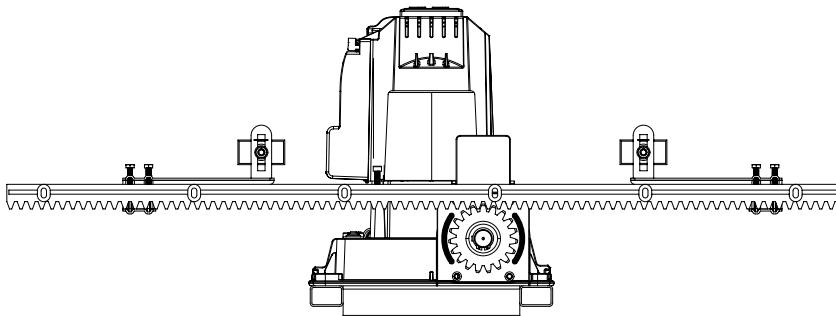

Рисунок 10
- Предварительно установите на зубчатой рейке в крайних положениях створки ворот кронштейны как показано на рис. 10.